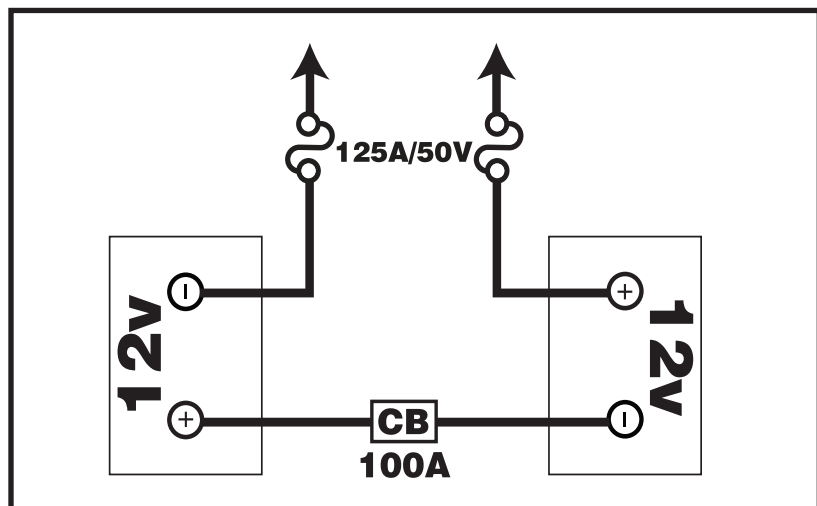

Figura 15. Orientación de los cables de batería
7. Coloque una nueva batería en los contenedores correspondientes siguiendo el diagrama de conexiones que aparece en la **figura 15.**